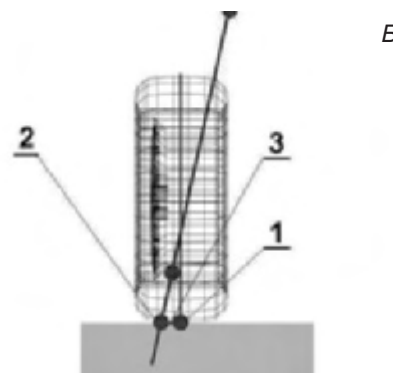

Рис. 6. Плечо обката
Точка контакта колеса с поверхностью дороги (1, рис. 6), как правило, не совпадает с точкой пересечения с дорогой оси поворота (2). Расстояние между этими точками называют плечом обката. Очевидно, что его размер зависит от углов поперечного и продольного наклона оси поворота, а также развала, типа и конструкции подвески. Если ось поворота пересекается с дорогой ближе к центру
автомобиля, чем плоскость вращения колеса (рис. 6А), плечо считается положительным, в противном случае (рис. 6Б) - отрицательным. Когда они совпадают друг с другом, имеет место нулевое плечо обката.